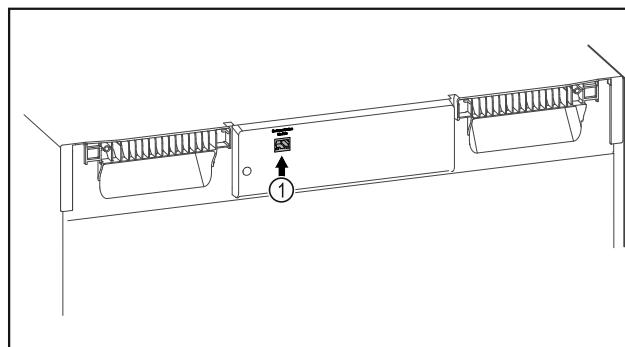

Fig. 86
- ☐ Je používán SmartModule Fig. 86 (1).